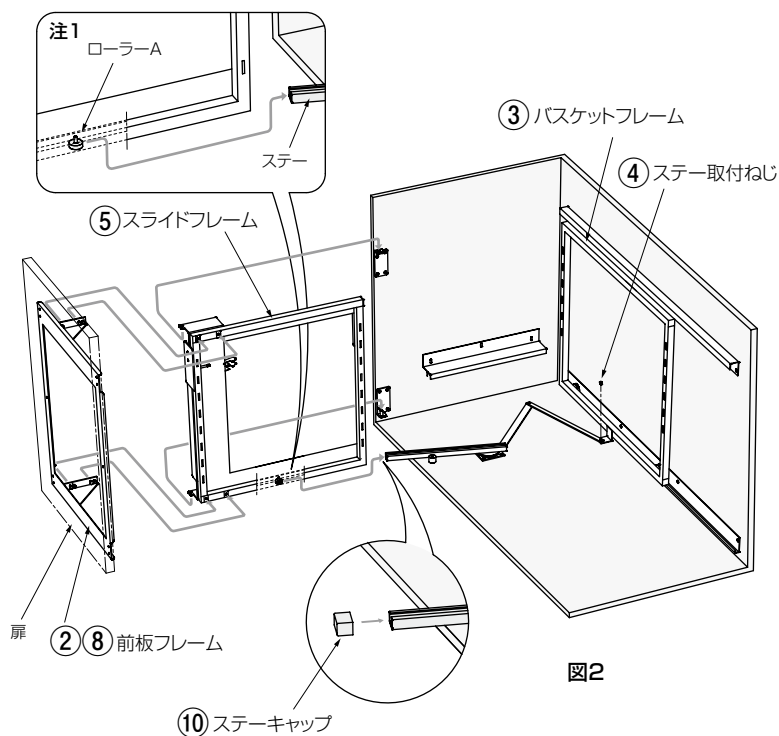
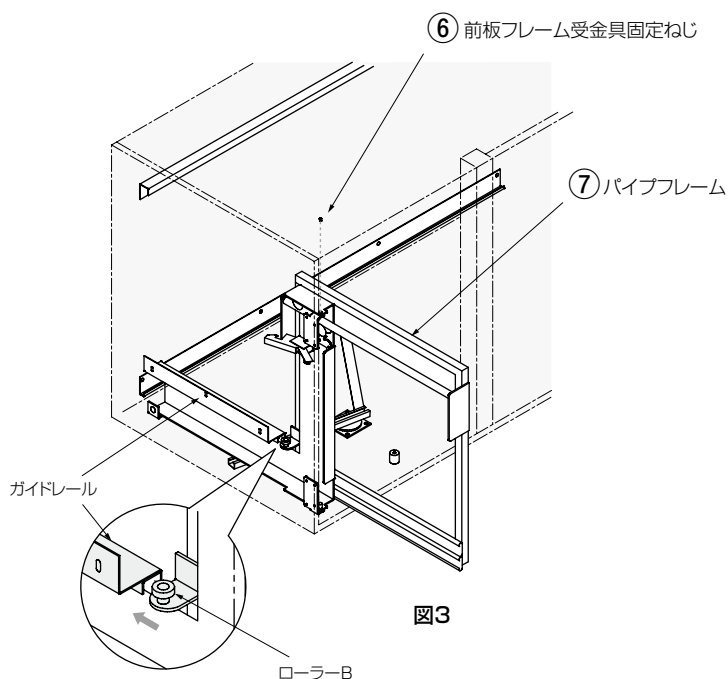

図2
図3
- ② 前板フレームを扉に取り付けておきます。(図2)
- ③ バケットフレームを上下レールに取り付けます。
- ④ ステアの先端をバスケットフレーム下部にステア取付ねじでしっかりと取り付けます。(図2)
- ⑤ スライドフレームを持ち、ローラーAを先にステアの中に入れてから(注1)スライドフレームを前板フレーム受金具上下それぞれのピンに取り付けます。(図2)
- ⑥ 前板フレーム受金具固定ねじをスライドフレーム受金具上にしっかりと取り付けます。(図3)
- ⑦ スライドフレームのパイプフレームを、いったん最後まで引き出します(図3)。そしてローラーBがガイドレールの中に入るようにして再度押し込みます。
- ⑧ 扉を取り付けた前板フレームをスライドフレームに取り付けます。
- ⑨ 扉の傾きとスキマを調整します。(前ページ「扉の調整方法」参照)
- ⑩ 扉を最後まで引き出して回転させるとステアの先端が手前に移動します。そこでステアキャップを取り付けます。(図2)